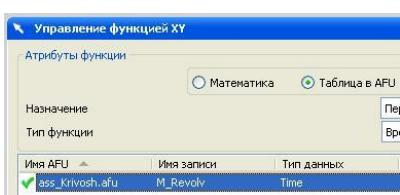

Рис.95
- Если вы захотите проверить, или изменить задание функции, то в диалоговом окне Управление функцией XY (рис. 95) нужно подсветить имя интересующей вас функции. Список приготовленных функций может быть достаточно длинным.